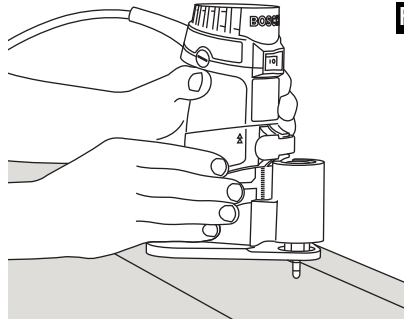

FIG. 23
L'embase excéntrée PR004 a été conçue pour le touillage dans des emplacements restreints, particulièrement pour le dégrossissage des stratifiés dans des endroits inaccessibles par une embase fixe standard, tout spécialement les endroits à proximité de surfaces verticales adjacentes, telles que les dessus de dossier de comptoirs déjà installés (Fig. 23).
1. Il faut saisir la toupie excentrée en saisissant d'une main la zone de préhension sur le moteur et en saisissant de l'autre l'arrière du boîtier du moteur (Fig. 23) ou en saisissant le dessus de la broche excentrée.